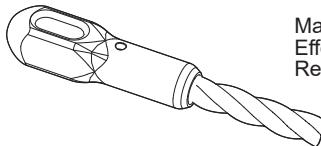

Fig. 1
- Using cutting pliers, make a cut for fresh edge on PET tape (Fig. 1).
- Utiliser une pince coupante pour effectuer une coupe sur le bord intact du ruban PET (Fig. 1).
- Con unas pinzas de corte, realice un corte en un borde nuevo de la cinta PET (Fig. 1).